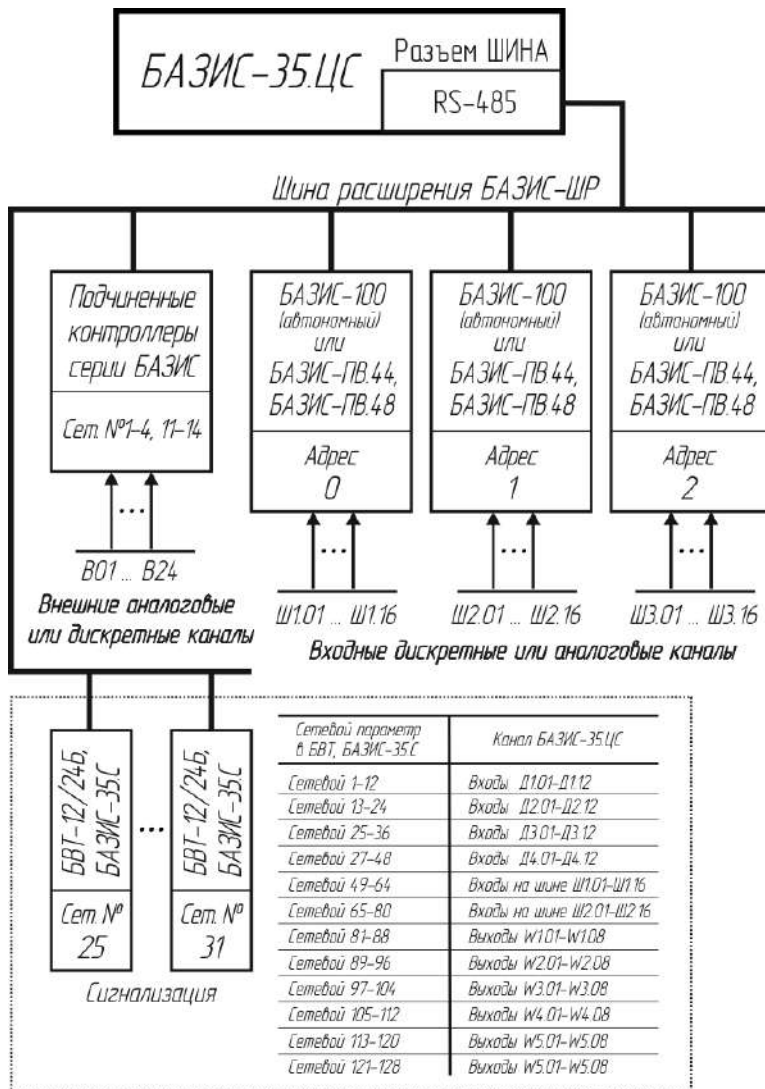

Рис. 3.4. Структурная схема шины расширения Контроллера, исп. БАЗИС-35.ЦС
3.2.9. К исп. Контроллера БАЗИС-35.С по шине расширения могут подключаться автономные модули БАЗИС-100 и/или пневматические преобразователи БАЗИС-ПВ.44/48 (рис. 3.4).
3.4.3. Структурные схемы шины расширения исполнений Контроллера, поддерживающих данную шину, приведены на рис. 3.4 и 3.5.
3.5.5.2. Контроллер исп. БАЗИС-35.ЦС и БАЗИС-35.С (как Мастер сети) передает в шину расширения состояния своих каналов (см. схемы на рис. 3.4 и 3.5).